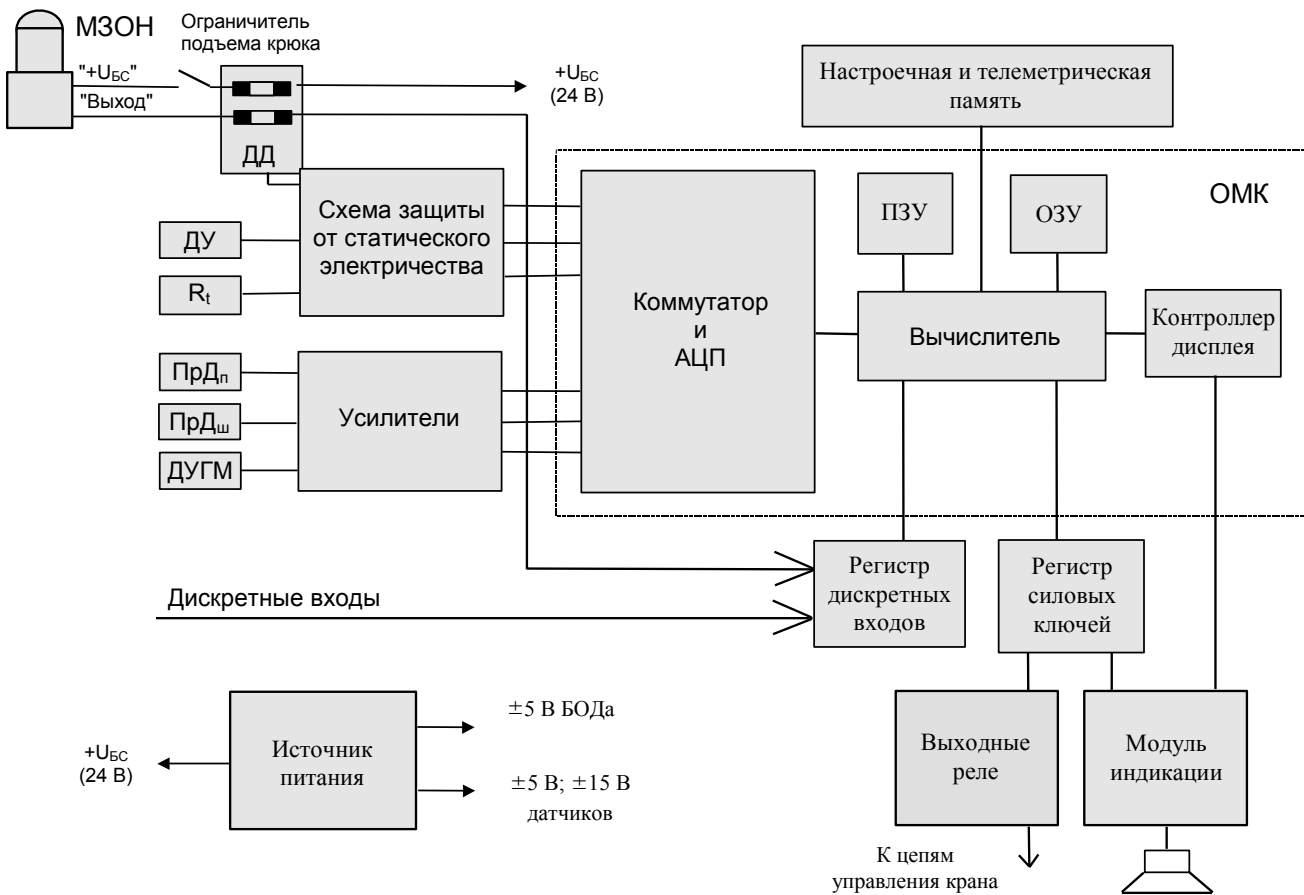

Рисунок 1 - Блок-схема ограничителя
1.4.1 Принцип действия ограничителя (см. рисунок 1) основан на последовательном опросе и преобразовании аналоговых сигналов с датчиков первичной информации в цифровой код, определении угла и длины стрелы, расчете цифровыми методами величины ее вылета и высоты подъема (по заданным геометрическим размерам рабочего оборудования крана), а также вычислении фактической массы груза и степени загрузки крана с последующим их сравнением с предельно-допустимыми значениями при выбранном режиме работы.